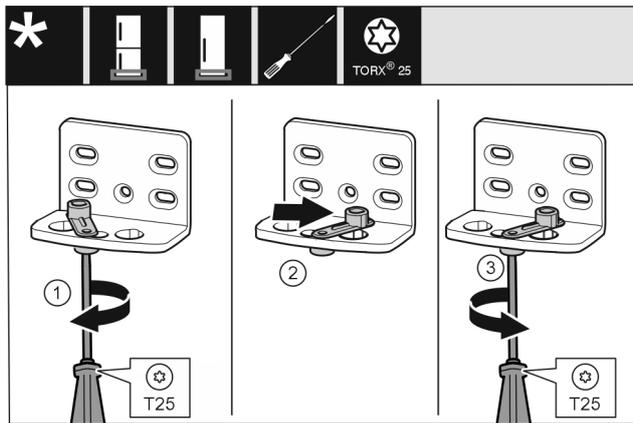

Fig. 12
- ▶ Enrosque el tornillo con el destornillador T25 sin apretar. Fig. 12 (1)
- ▶ Levante el dispositivo auxiliar de cierre de la puerta y gírelo 90° hacia la derecha en el orificio. Fig. 12 (2)
- ▶ Apriete el tornillo con el destornillador T25. Fig. 12 (3)